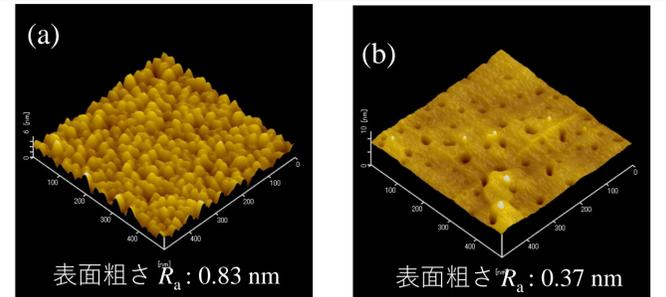

図4 基板加熱温度300°C (a)と500°C (b)のAFM像 (500 × 500 nm2)
- ・基板温度500°Cの方が、300°Cよりも平坦 (図4)。